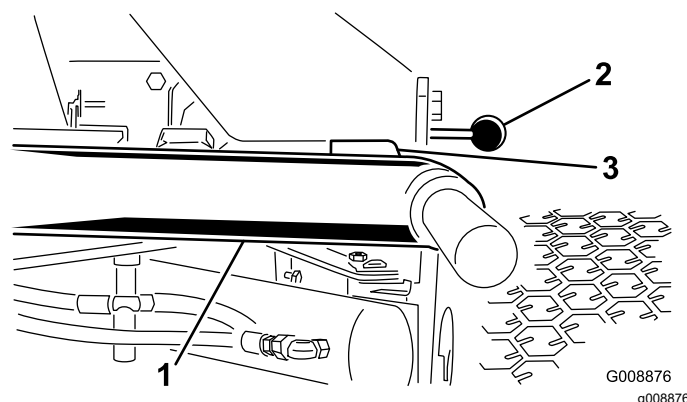

Figura 25
1. Ligue o motor, eleve os braços de elevação e verifique se a folga entre cada braço de elevação e o suporte da placa do chão é de 5 a 8 mm (Figura 25).